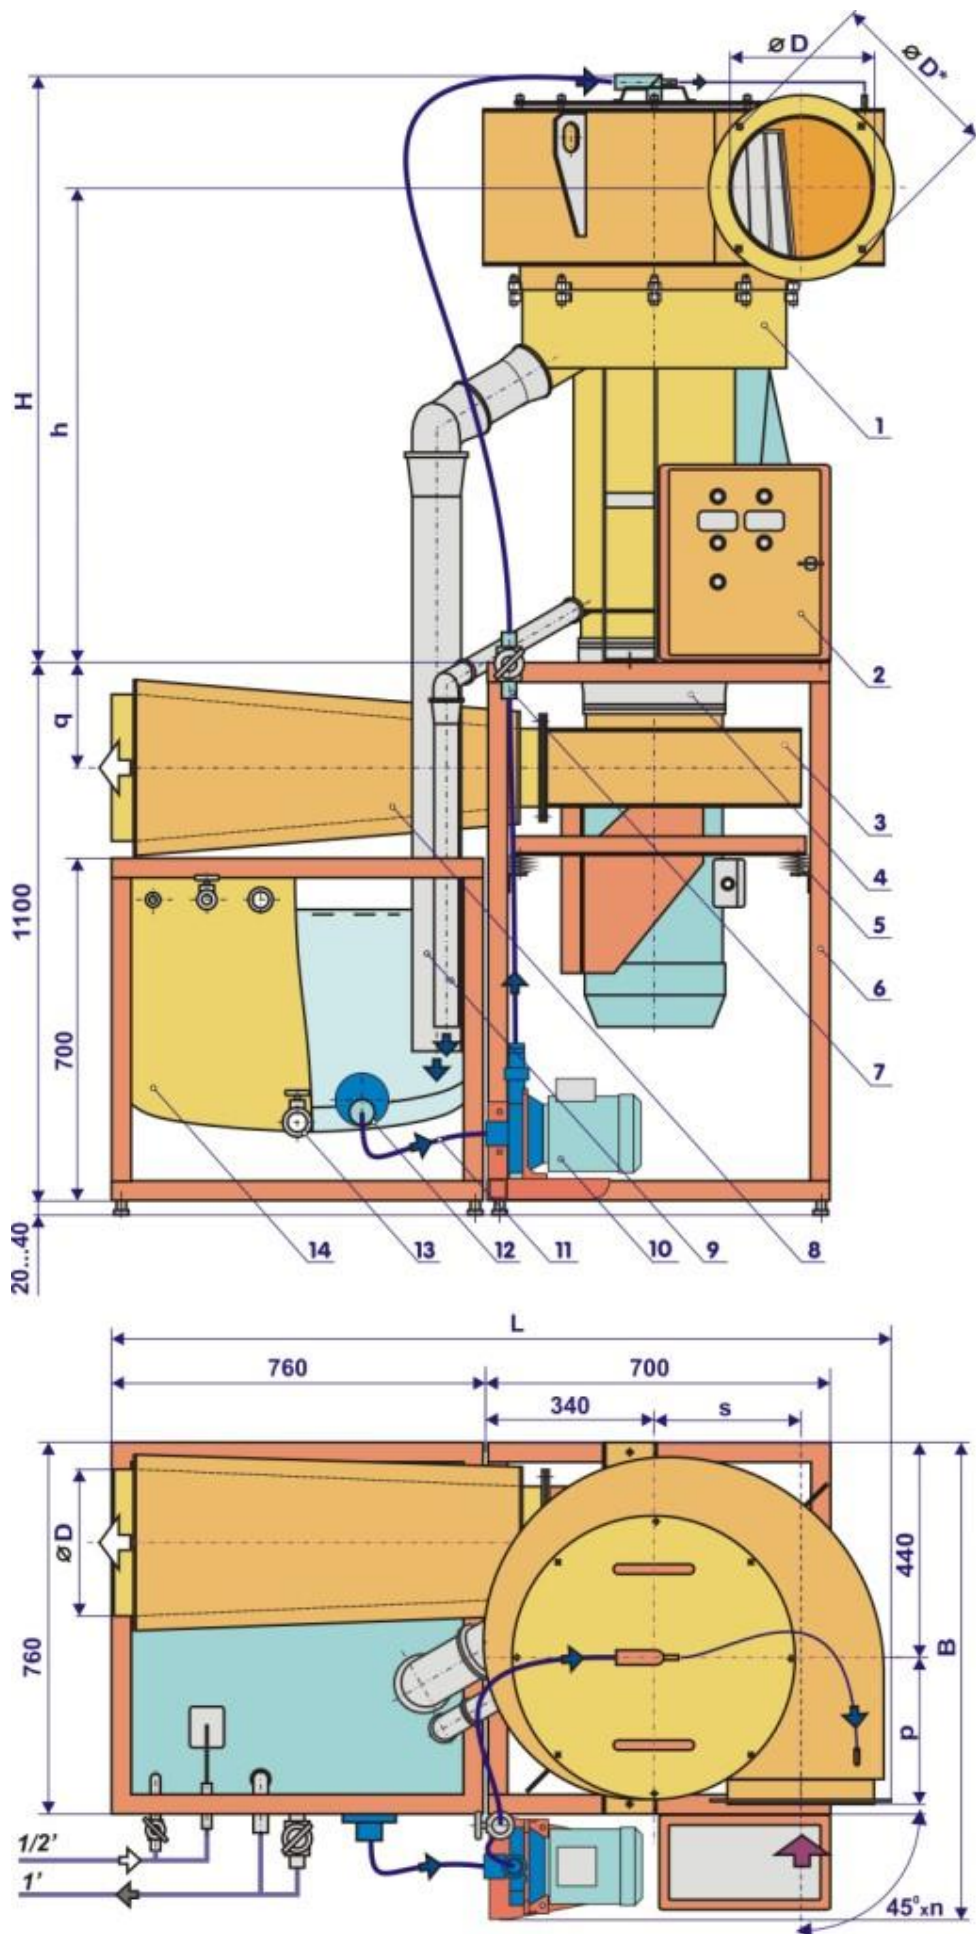
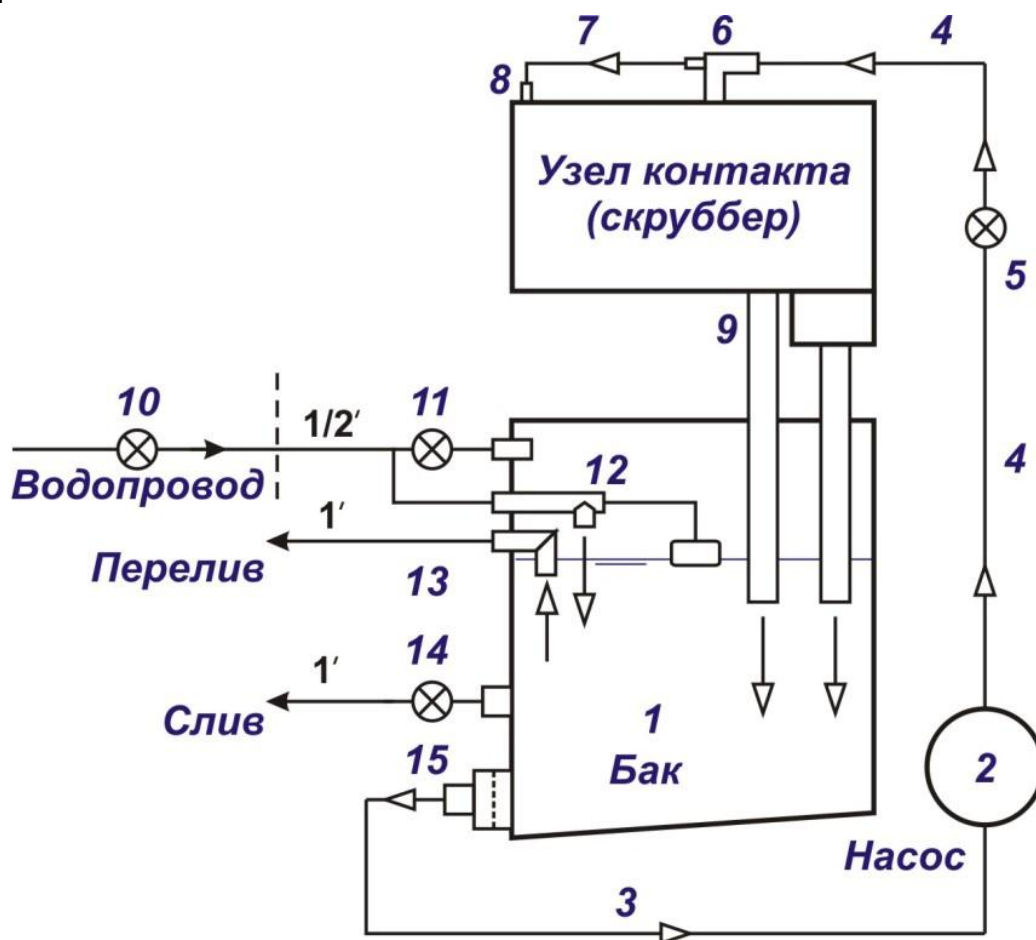
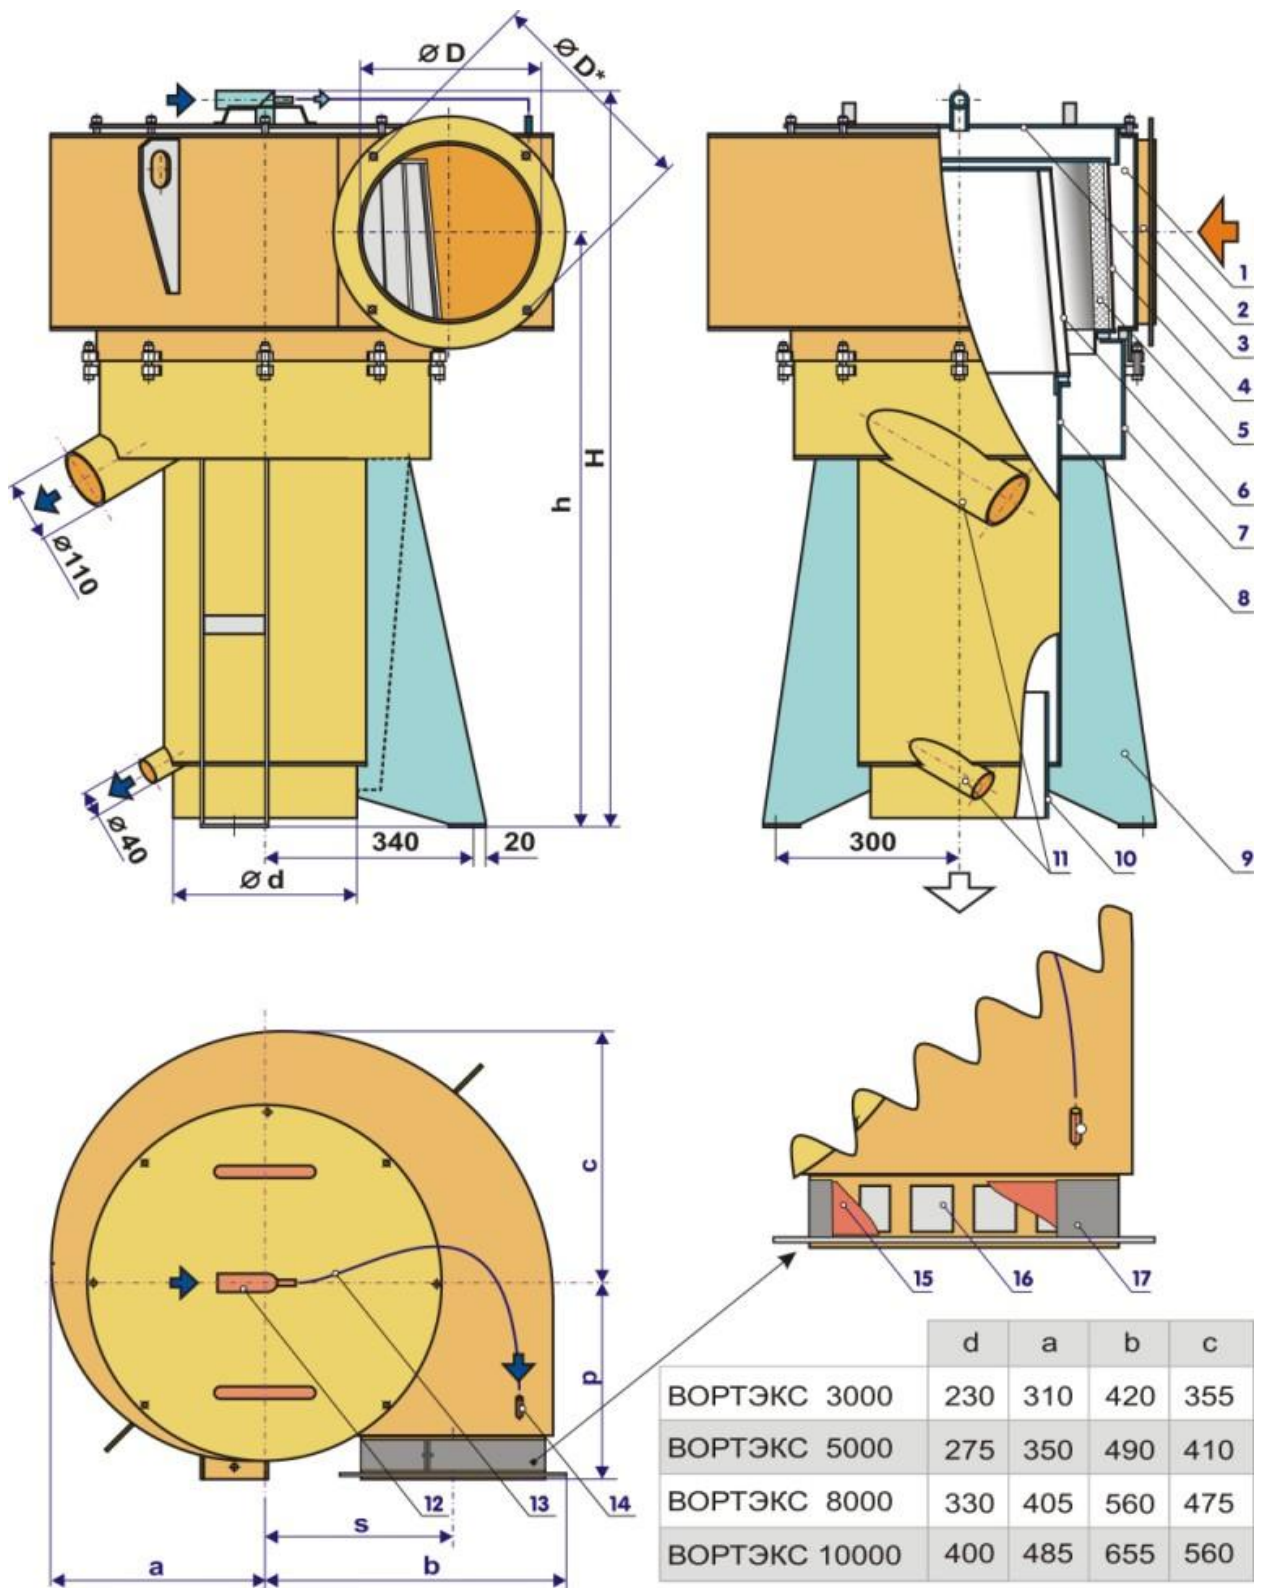
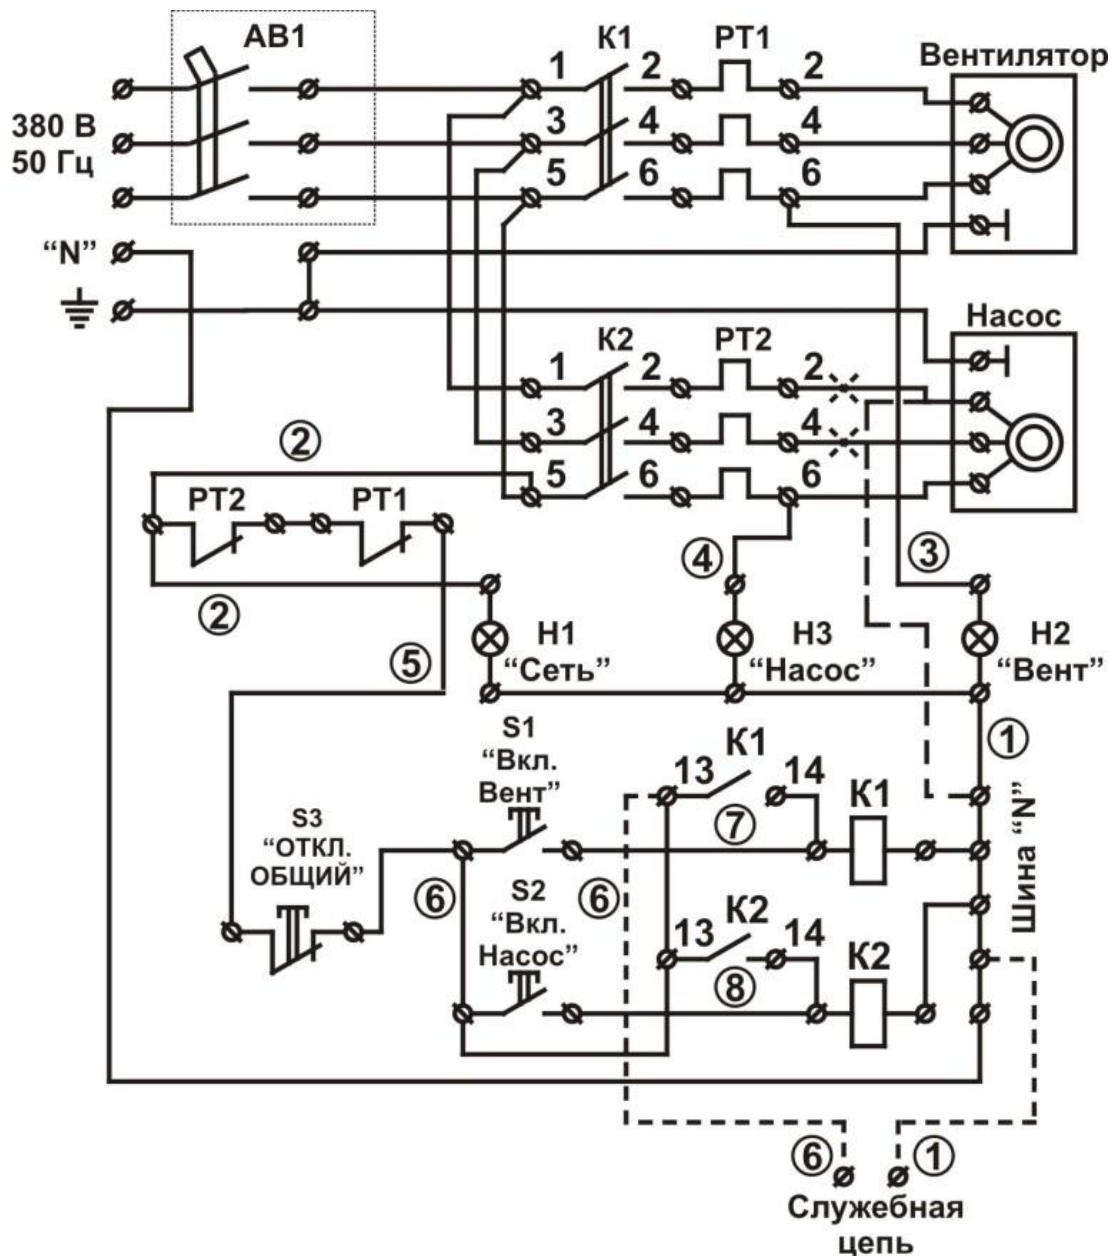

Рис. 1. Вихревой гидрофильтр "Вортэкс" в стандартном исполнении.
Рис. 2. Схема водооборота установки.
Рис. 4. Узел контакта (вихревой скруббер "Вортэкс")
Рис. 5. Электрическая схема
Вихревые гидрофилтры "Вортэкс" в стандартном исполнении (рис. 1) состоят из следующих сборочных единиц: опорная рама **6**, с установленными на ней узлом контакта газа и жидкости (вихревой скруббер "Вортэкс") **1**, шкафом управления **2**, вентилятором "Вортэкс-3...10" **3**, на амортизаторах **5**, консольным центробежным насосом **10**, гибкой вставкой **4**, ограничительный вентиль **7**, диффузор-шумоглушитель **8**, сливные трубы **9**, шланг **11**, бак оборотной воды **14** с установленными на нем штуцером водозабора с предохранительным фильтром **12**, сливным штуцером с шаровым краном **13** и необходимая водная арматура.
Основные геометрические размеры установок, не указанные в технических характеристиках и на рис. 1, 2, 3, приведены в таблице:
(рис. 2) включает: бак **1**, консольный центробежный насос **2** соединенный шлангом **3** $D_y=50$ мм с баком, шлангом **4** $D_y=32$ мм, с установленными на нем ограничительным вентиляем **5** (поз. 7 на рис. 1, 3), соединенным с тройником **6**, предназначенным для подачи воды в узел контакта, шлангом **7** $D_y=10$ мм, соединенным со штуцером **8**, предназначенным для орошения входа улитки, сливные трубы **9**, устанавливаемый на водопроводе вентиль **10** (в комплект не входит), и установленные на баке заправочный штуцер с вентиляем **11**, штуцер с поплавковым клапаном **12**, штуцер перелива **13**, сливной штуцер с шаровым краном **14** и штуцер водозабора, оснащенный предохранительным фильтром-сеткой **15**.
Узел контакта - вихревой скруббер (рис. 4) включает: улитку **1** с входным по воздуху патрубком **2** и крышкой **3**, установленную внутри улитки вихревую контактную камеру **4**, завихритель **6**, сепаратор **7**, каплеуловитель **8**, опоры **9**, выхлопной патрубков **10** и сливные патрубки **11**. На улитке установлен тройник ввода жидкости **12**, соединенный шлангом **13** со штуцером **14**. Окна **16** (выноска рис.4) жалюзийного типа, используются при необходимости для подсоса воздуха. По умолчанию они перекрыты хомутом **17** с ответными прорезями и уплотнительной манжетой **15**.
Благодаря создаваемому вентилятором разрежению загрязненный воздух поступает во входной патрубок **2** узла контакта (рис. 4), распределяется по периметру улитки **1** и проходит через лопаточный направляющий аппарат вихревой камеры **4**, формирующий равномерно распределенные по периметру тангенциальные струи на входе в камеру и течение вихревой структуры внутри нее.
Вода подается насосом **10** (рис. 1, 3) из бака **14** через предохранительный фильтр-сетку **12** и ограничительный вентиль **7** в тройник **12** (рис. 4), из основного штуцера которого поступает на орошение улитки **1** и вихревой камеры **4**. Небольшая часть воды отводится на орошение входного участка улитки с помощью шланга **13** и штуцера **14**. Вместе с воздухом вода поступает в вихревую камеру **4**, где дробится струями воздуха на капли, которые вовлекаются в вихревой поток и центробежными силами отбрасываются к лопаткам направляющего аппарата вихревой камеры. Здесь капли сливаются и вместе с воздухом поступают в центр потока, где вновь дробятся. В результате этого каскадного процесса формируется вращающийся газожидкостный слой **5**, удерживаемый в вихревой камере центробежными силами, эффективно фильтрующий воздух.
На выходе из вихревой камеры основная часть жидкости сбрасывается в карман сепаратора **7** (рис. 4). Небольшая часть жидкости проходит вместе с воздухом через завихритель **6**, подкручивающий поток. Под действием центробежных сил жидкость осаждается на трубе каплеуловителя **8** и собирается в его кармане. Из карманов сепаратора и каплеуловителя через патрубки **11** (рис. 4) и сливные трубы **9** (рис. 1, 3) вода сбрасывается в бак **14** на рециркуляцию.
Система управления установки включает шкаф управления **2** (рис. 1, 3), соединенный электрокабелями с сетью, электродвигателями вентилятора **3** и насоса **10**.
Схема электрическая принципиальная показана на рис. 5. Электропитание 380 В, 50 Гц, подается на пускатели двигателя вентилятора и насоса К1 и К2 соответственно (на моделях "Вортэкс-3000" и "Вортэкс-5000" питание на пускатели производится через защищающий трехфазный автомат АВ1 32А и 40А соответственно). Пунктиром обозначен вариант присоединения 1-фазного насоса и (только для "Вортэкс-10000") служебная цепь.
В стандартном исполнении (рис. 1):
3. Узел контакта - сепаратор **7** (рис. 4), каплеуловитель **8** на опорах **9**;
3. Узел контакта (рис. 4) - сепаратор **7**, каплеуловитель **8** на опорах **9**;
Для монтажа установки (рис. 1,3) необходимо:
6.6 Установить с помощью болтовых соединений на выхлопном патрубке вентилятора **3** диффузор-шумоглушитель **8** (рис. 1).
6.7 Соединить с помощью прилагаемых шлангов насос **10** (рис. 1, 3) с выходным штуцером фильтра-сетки **12** и ограничительным вентилем **7**, далее с тройником подачи воды **12** (рис. 4), в узел контакта **1**. Закрепить шланги с помощью прилагаемых хомутов. Надеть на сливные патрубки узла контакта **1** трубы **9** (рис. 1, 3).
6.8 Соединить установленный на водопроводе вентиль **10** (рис. 2) напорными шлангами с вентилем **11** и поплавковым клапаном **12**. Соединить шлангами штуцер **13** и кран **14** с канализацией (отстойником, системой утилизации отработанной жидкости). Открыв вентили **10** и **11**, наполнить бак водой. Убедиться в том, что закрытие клапана **12** (отсечение подачи воды) достигается при уровне воды в баке, немного более низком, чем уровень установки штуцера **13**, при необходимости отрегулировать рычаг клапана.
6.9 Убедиться в надежном соединении электрокабелей, выходящих через отверстия в боковой стенке установленного на раме **6** (рис. 1, 3) шкафа управления **2** с электродвигателями вентилятора **3** и насоса **10** в соответствии с принципиальной электрической схемой (рис. 5). Обязательно произвести заземление корпуса шкафа **2**, бака **13** и рамы **6**! Подсоединить шкаф управления к электросети. Проверить соответствие напряжения сети и надежность подсоединения подводящего кабеля к выводам шкафа управления. Подключить установку к сети (для "Вортэкс-3000...5000" - через установленный в шкафу управления автомат АВ1) – на лицевой панели шкафа должен загореться индикатор "Сеть".
8.1 Перед началом работы убедиться, что все шланги и трубы находятся на штатных местах, шланги надежно затянуты хомутами, а сливной вентиль 14 (рис. 2) закрыт. Открыть вентили 10, 11 и наполнить бак водой из водопровода. Закрыть вентиль 11. Убедиться в том, что уровень воды в баке регулируется поплавковым клапаном 12. В противном случае отремонтировать или заменить поплавковый клапан.
Внимание! Эксплуатация установки с выключенным насосом, включение насоса при отсутствии воды в баке не допускается! Положение ограничительного вентиля 7 (рис. 1,3, поз. 5 рис. 2) устанавливается изготовителем при настройке установки. Изменение его положения может вызвать вынос капельной влаги на выходе гидрофилтра или снижение эффективности воздухоочистки.
9.2.2 Отсоединив трубы **9** (рис. 1, 3) от сливных патрубков узла контакта, проверить состояние патрубков и труб и при необходимости прочистить.
9.2.3 Произвести разборку узла контакта (рис. 4), осмотреть его улитку **1**, сепаратор **7**, каплеуловитель **8**, вихревую камеру **4**, и завихритель **6**. При необходимости промыть их или прочистить. Осмотреть состояние уплотнений из микропористой резины. При заметном износе или повреждениях - заменить их.